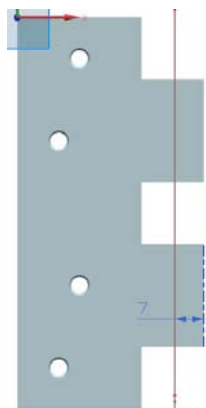

图 3-134 绘制折弯线
(4) 单击“确定”按钮，进入草图设计环境，绘制如图 3-134 所示的折弯线。